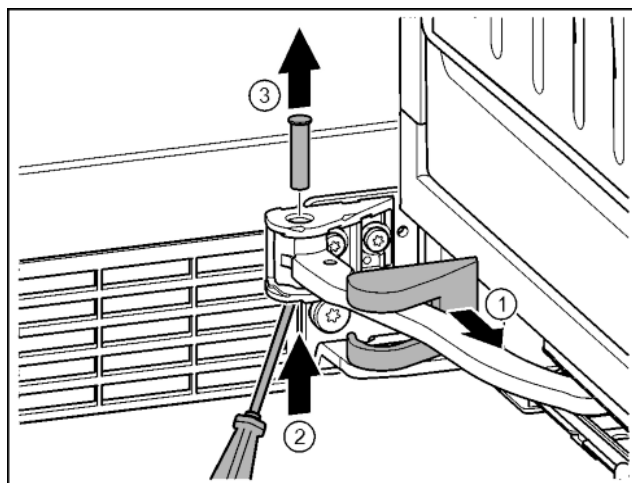

Fig. 15
- ▶ Togliere la copertura del blocco di supporto e spingerla lungo lo snodo. Fig. 15 (1)
- ▶ Sollevare dal basso il perno con un dito o un cacciavite. Fig. 15 (2)
- ▶ Portarsi con un cacciavite sotto la testa del perno ed estrarre. Fig. 15 (3)